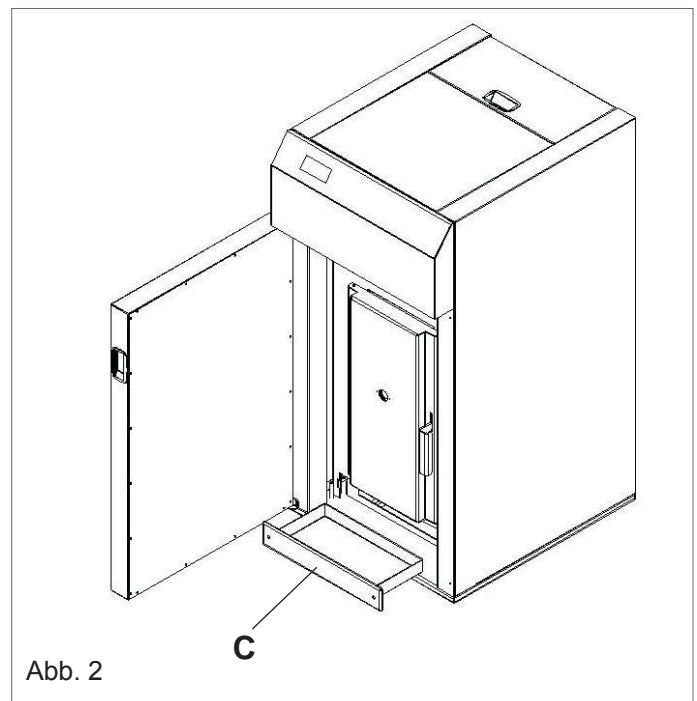

Abb. 2
- den unteren Kasten öffnen (**C** - Abb. 2) und alle abgelagerten Rückstände entfernen.